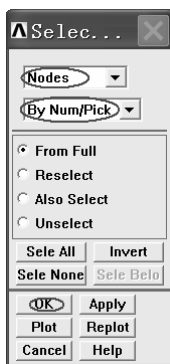
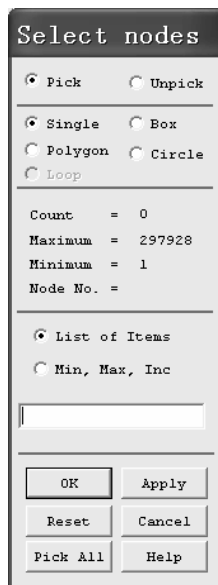

图 10-24 “Selec...” 窗口
图 10-25 “Select Nodes” 窗口
(1) 依次选择 Utility Menu>Select>Entities..., 弹出“Selec...”窗口(见图 10-24)。在该窗口的第一个方框中选择“Nodes”, 在第二个方框中选择“By Num/Pick”, 然后单击“OK”按钮, 弹出“Select nodes”窗口(见图 10-25), 单击“Pick All”按钮, 选中所有节点。